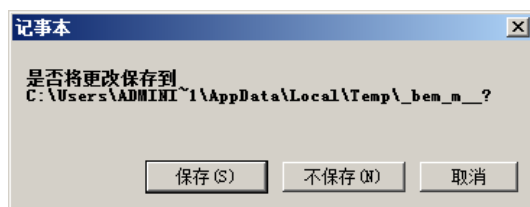

图 5.3.22 “记事本”对话框
Step4. 单击记事本右上角的 **×** 按钮，此时系统弹出图 5.3.22 所示的“记事本”对话框，在对话框中单击 **保存(S)** 按钮，保存上一步输入的内容；此时修改后的结果如图 5.3.21b 所示。